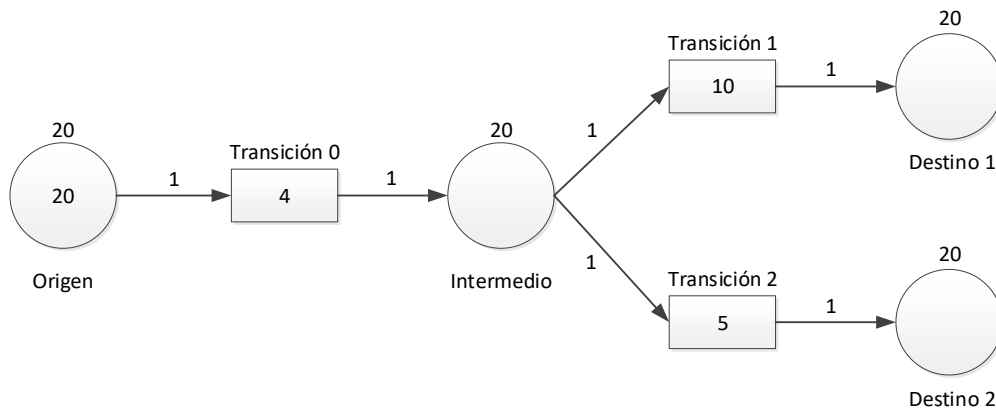

Figura 3: Selección de rutas.
3. Dado el sistema presentado en la Figura 3, donde el lugar Intermedio solo puede atender una transición a por vez, usando HPSim, realice las siguientes actividades: